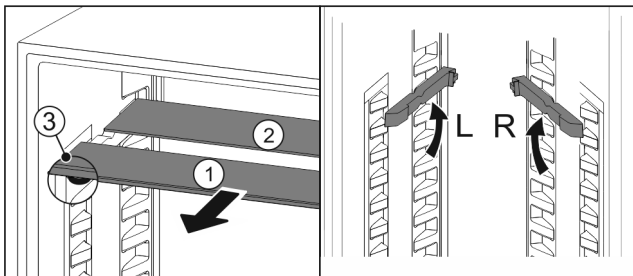

Fig. 59
- Plateaus afzonderlijk naar voren toe verwijderen Fig. 59 (1).
- ▷ Plateau Fig. 59 (1) met sierlijst ligt voor.
- ▷ Stops Fig. 59 (3) zijn naar onder gericht.